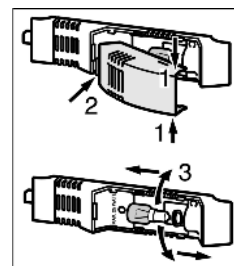

Fig. 17
- ▶ Het afdekkapje van de lamp boven en onder vastpakken Fig. 17 (1).
- ▶ Het afdekkapje achter losklikken en verwijderen Fig. 17 (2).
- ▶ Vervang de lamp Fig. 17 (3).